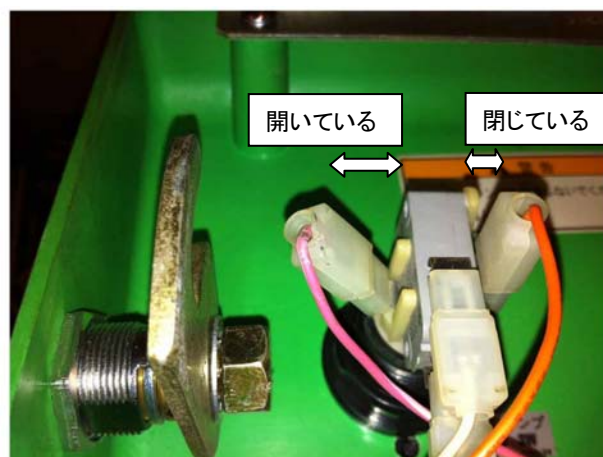

図2
3. 図2のようにファストン端子が開いていないか確認します。